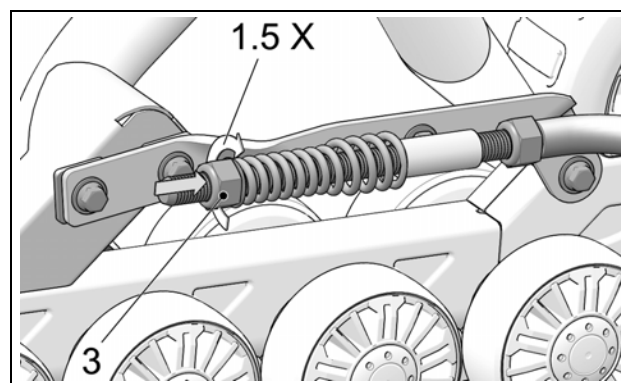

Figure 14
- Tourner l'écrou (3) jusqu'à ce qu'il entre en contact avec le ressort. Comprimer ensuite le ressort en tournant l'écrou de 1½ tour. Voir la Figure 14.